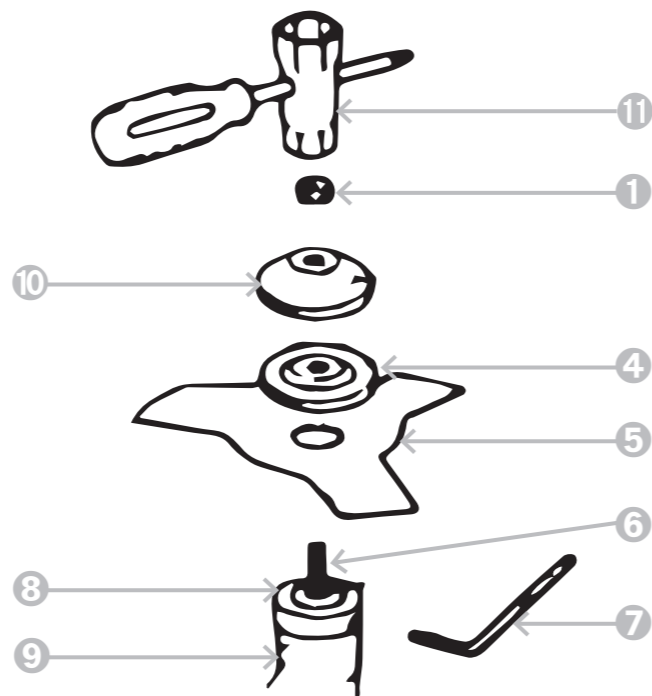

Рисунок 3.3. Установка дискового ножа
- 1 Установите на выходной вал редуктора (6) внутренний, а затем прижимной фланец (см. рис. 3.3.).